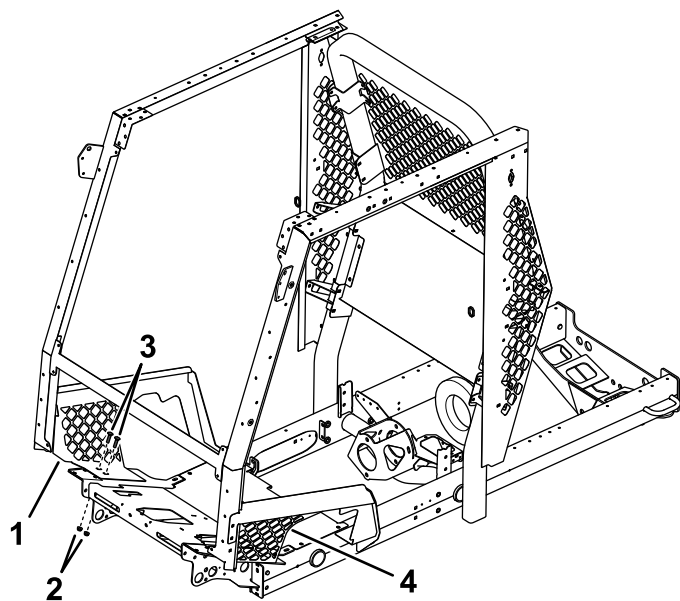

Bild 3
5. Befestigen Sie die linke Platte unten und die rechte Platte unten mit Schlossschrauben (3/8" x 7/8") und Bundmuttern (3/8") und mit den Schrauben, die der Zugmaschine und der 2-Streben-Überrollschutzverlängerung beiliegen (Bild 3).
6. Verwenden Sie auf jeder Seite zwei Schlossschrauben (1/4" x 3/4") und zwei Bundmuttern (1/4"), um die Unterseite der unteren linken und der unteren rechten Platte zu befestigen (Bild 3).